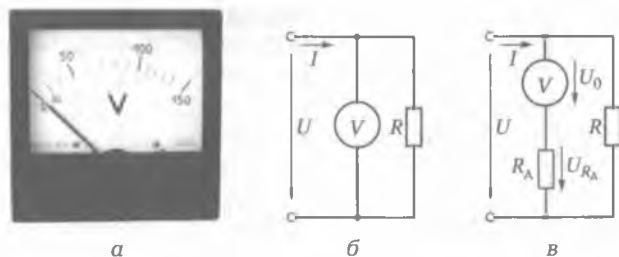

Рис. 5.3. Схема включения вольтметра:
**Измерение напряжения.** Прибор, предназначенный для измерения напряжения, называется **вольтметром** (рис. 5.3, а). Вольтметр включается параллельно участку цепи, на котором измеряется напряжение (рис. 5.3, б).
Для того чтобы включение вольтметра не оказывало влияния на работу электрических установок и он не создавал больших потерь энергии, вольтметры выполняют с большим сопротивлением. Для расширения пределов измерения вольтметров последовательно с обмоткой прибора включают добавочный резистор  $R_A$  (рис. 5.3, в). При этом на прибор приходится лишь часть  $U_V$  измеряемого напряжения  $U$ , пропорциональная сопротивлению прибора  $R_V$ . Сопротивление добавочного резистора, необходимое для измерения напряжения  $U$ , в  $n$  раз большего напряжения прибора  $U_V$ , определяется по формуле